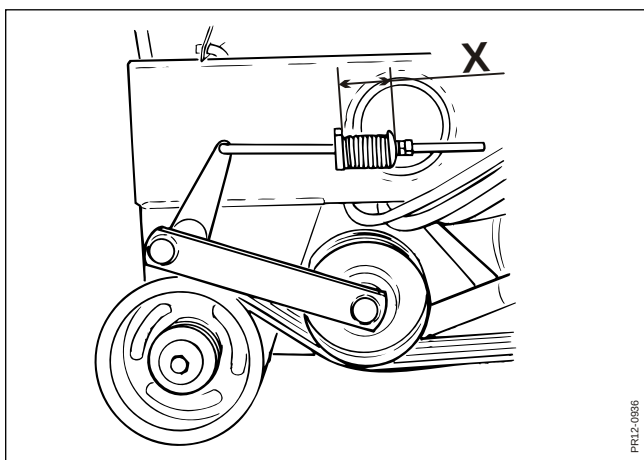

Fig. 5-6
- Fig. 5-6** Kileremmene strammes så meget med strammeskruen, at fjederen er spændt sammen til en længde af $X = 100$ mm.